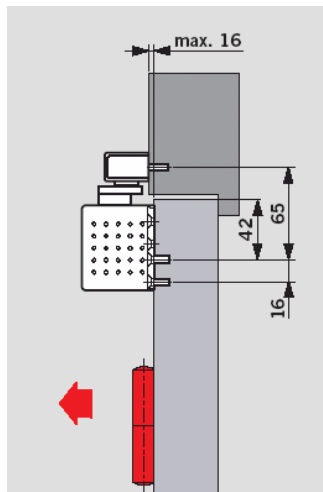
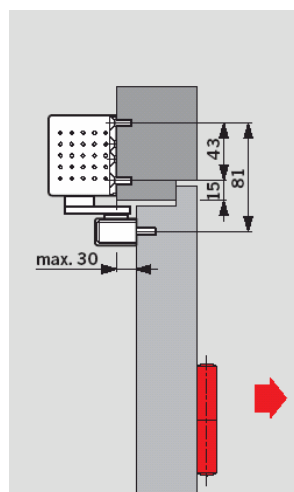

Рис. 4.
Рис. 5.
Доводчик **DORMA TS93** предназначен для установки на правые и левые двери. Установка исполнения В может производиться либо на полотно двери со стороны петель (см. **рис. 4**), либо на коробку двери со стороны противоположной петлям (см. **рис. 5**).
- Взаимное расположение поверхностей дверной коробки и дверного полотна должно находиться в определенных пределах. На **рис. 4, 5, 6, и 7** указаны пределы для скользящих каналов **G-N, G-EMF, G-EMR**. В случае необходимости возможно использование различных типов монтажных пластин. Подробнее в разделе «Аксессуары».